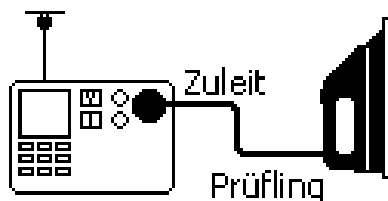
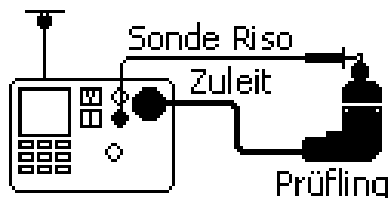

Abbildung 5. Messung des Isolationswiderstandes SKI
Abbildung 6. Messung des Isolationswiderstandes SKII
- Verbinden Sie den Prüfling und die Messleitung wie in der Anzeige dargestellt, siehe Abb. 5 und Abb. 6.